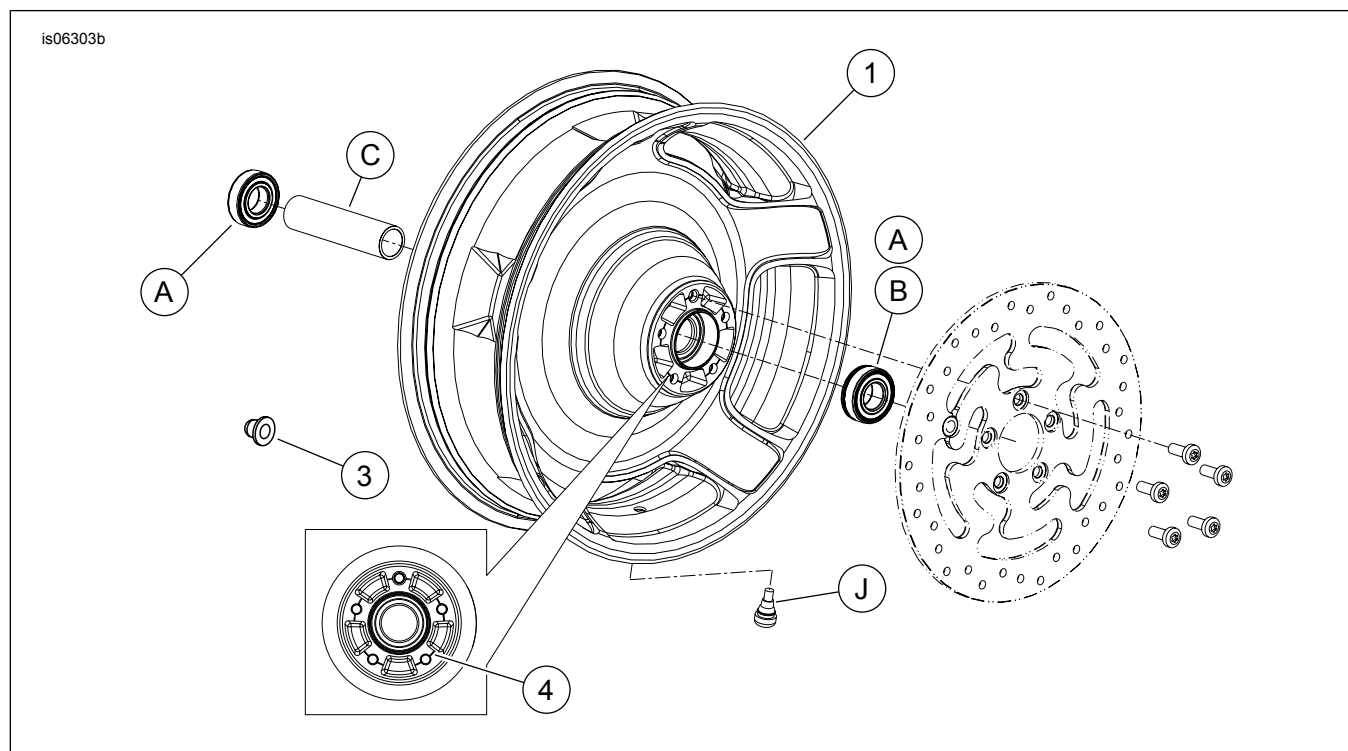

Figura 1. Parti di ricambio: Ruota posteriore Airstrike
Vedere Figura 1 e Tabelle delle parti di ricambio.
2. Vedere Figura 1. Installare il gruppo dello stelo della valvola (J) sulla ruota. Vedere PNEUMATICI nel manuale di manutenzione.